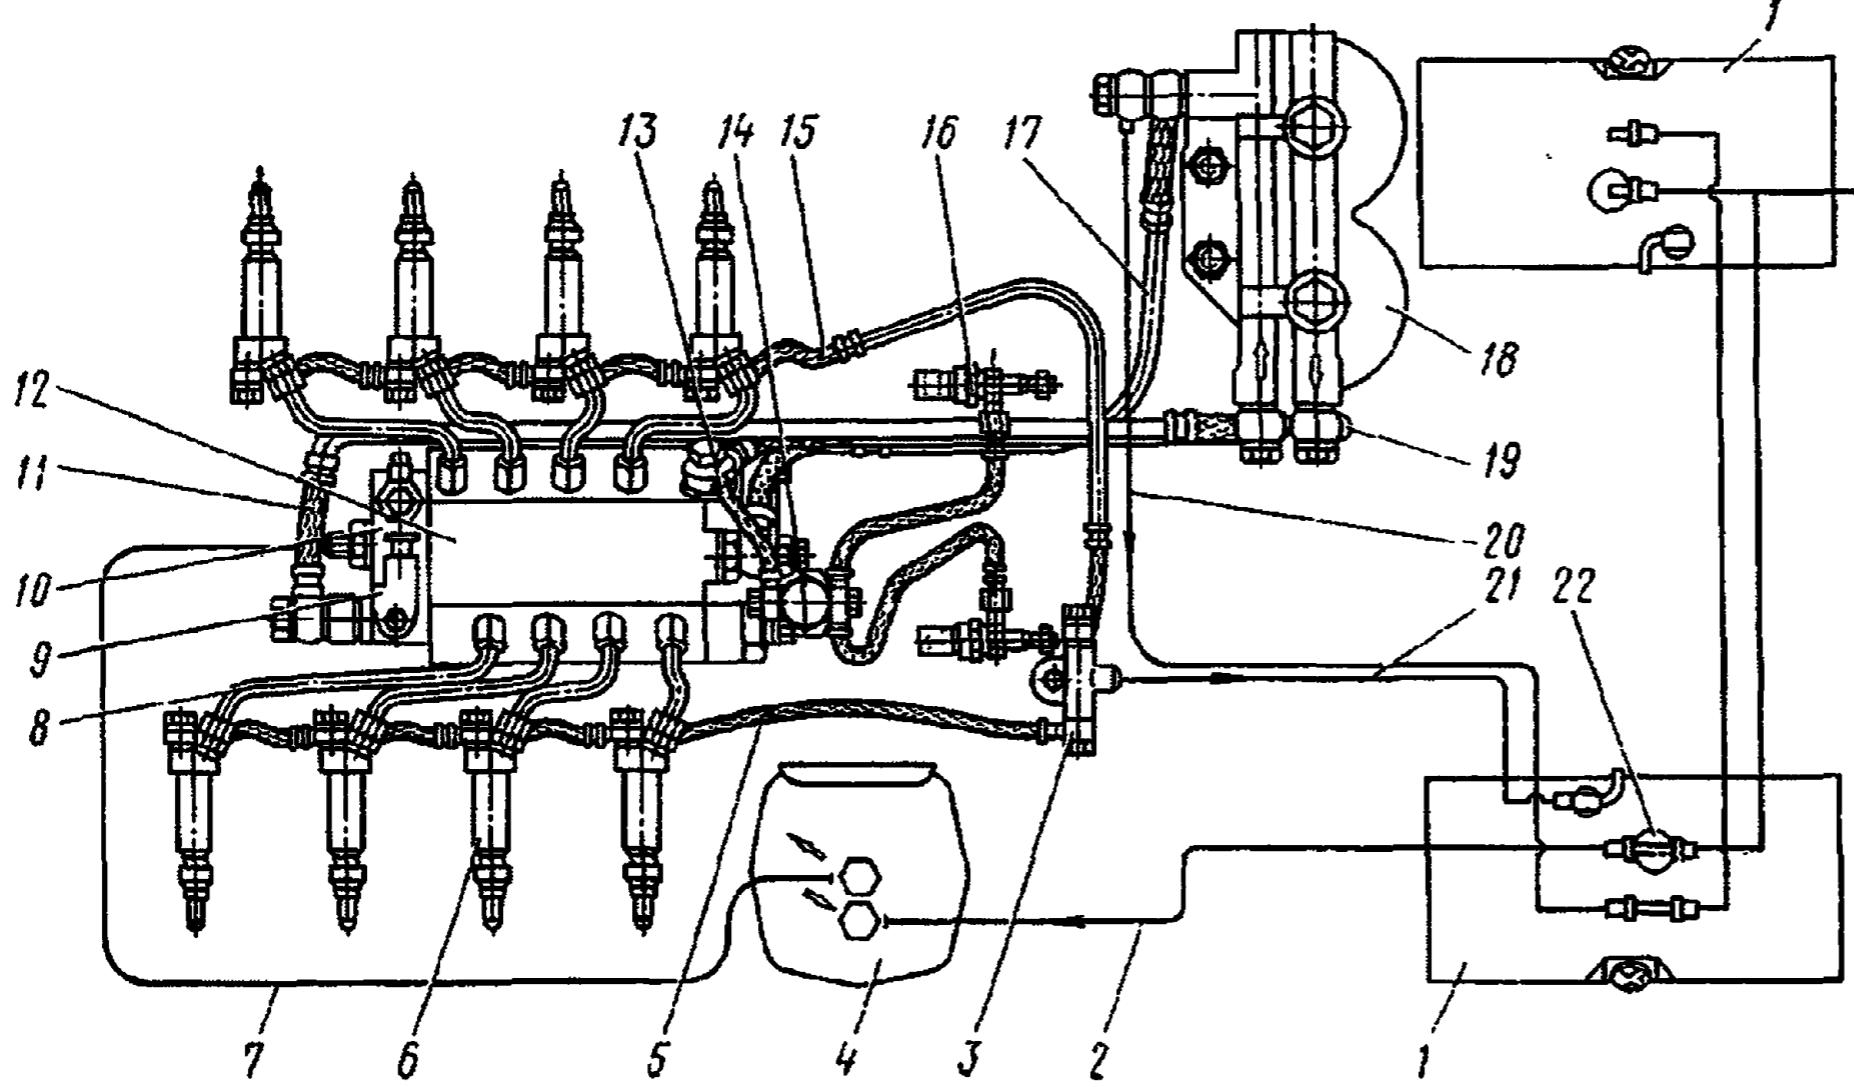

Рис. 5. Схема системы питания двигателя топливом:
2. Отверните гайки и отсоедините электропровода от факельных свечей 16 (рис. 5)	Ключ 8 мм
11. Разъедините штекерное соединение электромагнитного клапана 14 (см. рис. 5)	—
23. Установите дренажную топливную трубку 17 (см. рис. 5), уплотнительные шайбы и вверните перепускной клапан	Накидной ключ 19 мм
30. Подсоедините к насосу 10 (см. рис. 5) низкого давления топливную трубку 7 от фильтра 18 тонкой очистки топлива и закрепите болтом с уплотнительными шайбами